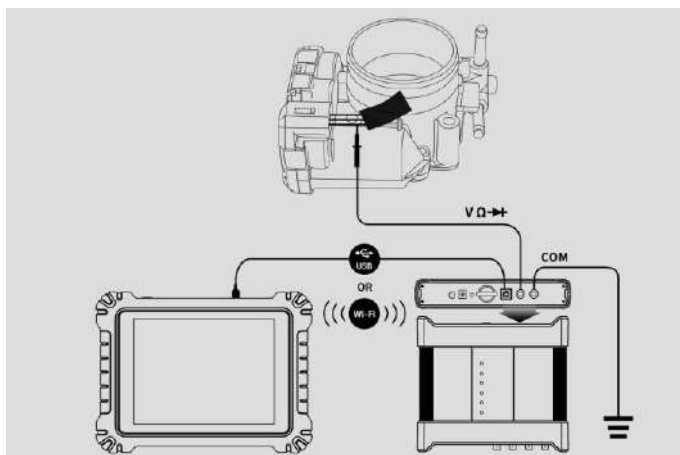

Figure 7-1 Exemple de diagramme de connexion
1. Insérez les cordons de test ou les extrémités des bornes de la sonde dans les prises du multimètre pour compléter la connexion (voir la **figure 7-1**).